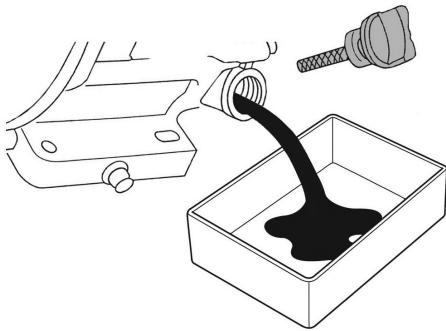

Рис. 20. Замена моторного масла
(1) Техническое обслуживание должно осуществляться более часто, при работе в пыльных условиях.
(2) Данный вид работ необходимо выполнять в авторизованном сервисном центре.
6. С помощником наклоните скарификатор в сторону маслозаливной горловины двигателя и слейте отработанное масло через маслозаливную горловину в подготовленную для этого емкость (Рис. 20).